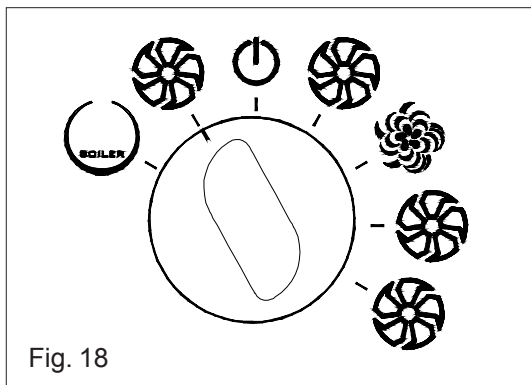

Fig. 18
- Positionner le bouton de la façon indiquée sur la figure 18.